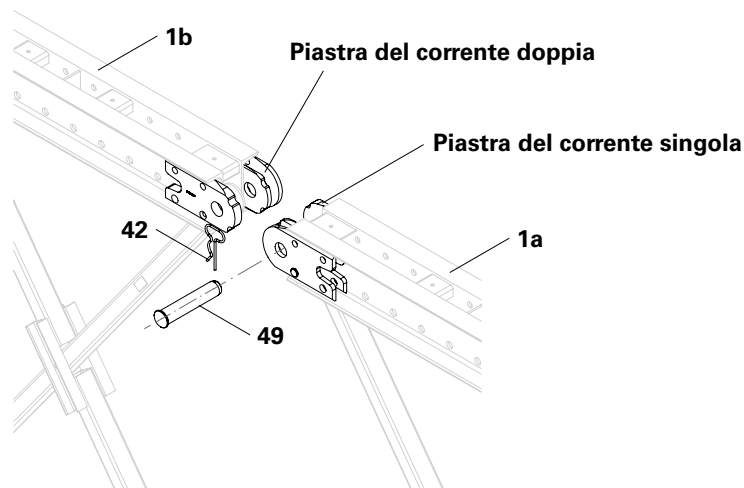

Fig. A1.07
Assicurarsi che, negli elementi di chiusura delle piastre dei correnti superiore e inferiore, la piastra del corrente singola sia inserita nella piastra del corrente doppia. (Fig. A1.07)
6. Collegare i telai standard (1a + 1b) con due perni (49) e assicurarli con il rispettivo inserto a molla (42). (Fig. A1.07)